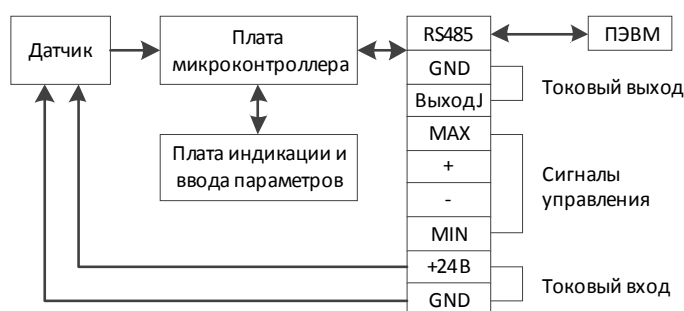

Рис.1 Структурная схема регулятора ПРОМА-РТИ-303.
1.4.1 Структурная схема регулятора приведена на Рис.1.